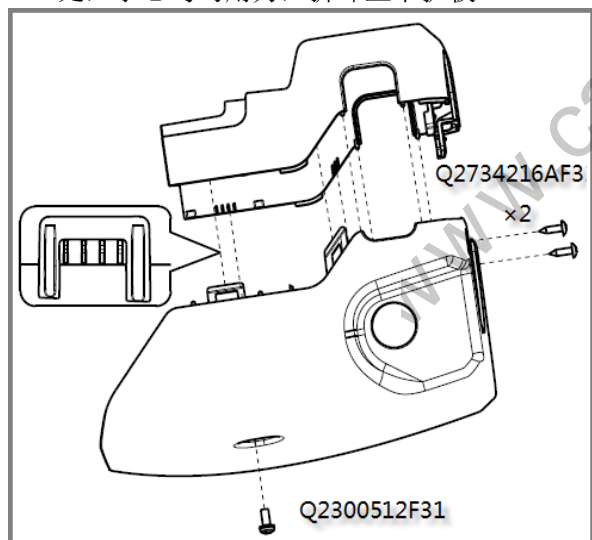

图 1.5.5 组合开关上下护板拆卸示意图
- (1) 拆卸前应先将组合开关上下护板调至角上轴下位置;
- (2) 用十字螺丝刀松掉图 1.5.5 中所示三处螺钉;
- (3) 双手分别抓住组合开关上下护板端面开口处, 小心均匀用力, 拆卸上下护板。